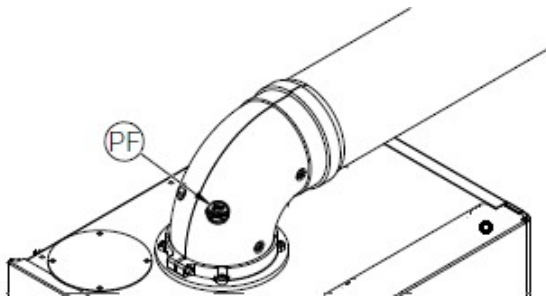
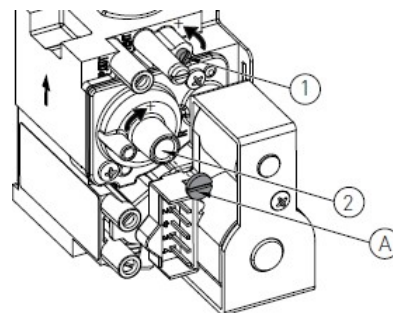

Рисунок 6.3
Рисунок 6.4
- Вставьте зонд анализатора дымовых газов (Рисунок 6.3) в соответствующий штуцер анализа дымовых газов «PF», после чего проверьте, соответствует ли значение CO₂ тому, что приведено в главе «Технические характеристики», в противном случае открутите защитный винт «А» и отрегулируйте при помощи ключа шестигранника на 4 винт «2» регулятора смещения (Рисунок 6.4). Для того чтобы увеличить значение CO₂, необходимо вращать винт по часовой стрелке, а чтобы его уменьшить – против часовой стрелки. После завершения регулировки закрутите защитный винт «А» на регуляторе смещения.
- Проверьте, соответствует ли значение CO₂ тому, что приведено в главе «Технические характеристики», в противном случае отрегулируйте винт «1» регулятора подачи газа (Рисунок 6.4). Для того чтобы увеличить значение CO₂, необходимо вращать винт против часовой стрелки, а чтобы его уменьшить – по часовой стрелке.